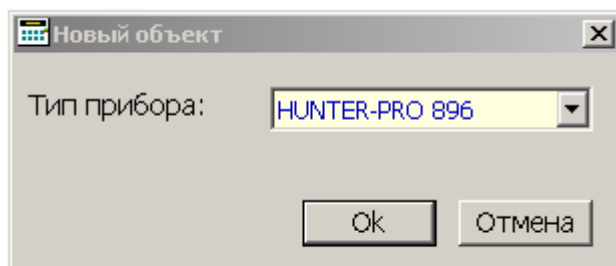

Рисунок 1
1. В ПО «Сомах» выберите шаблон «HunterPro 896». рисунок 1